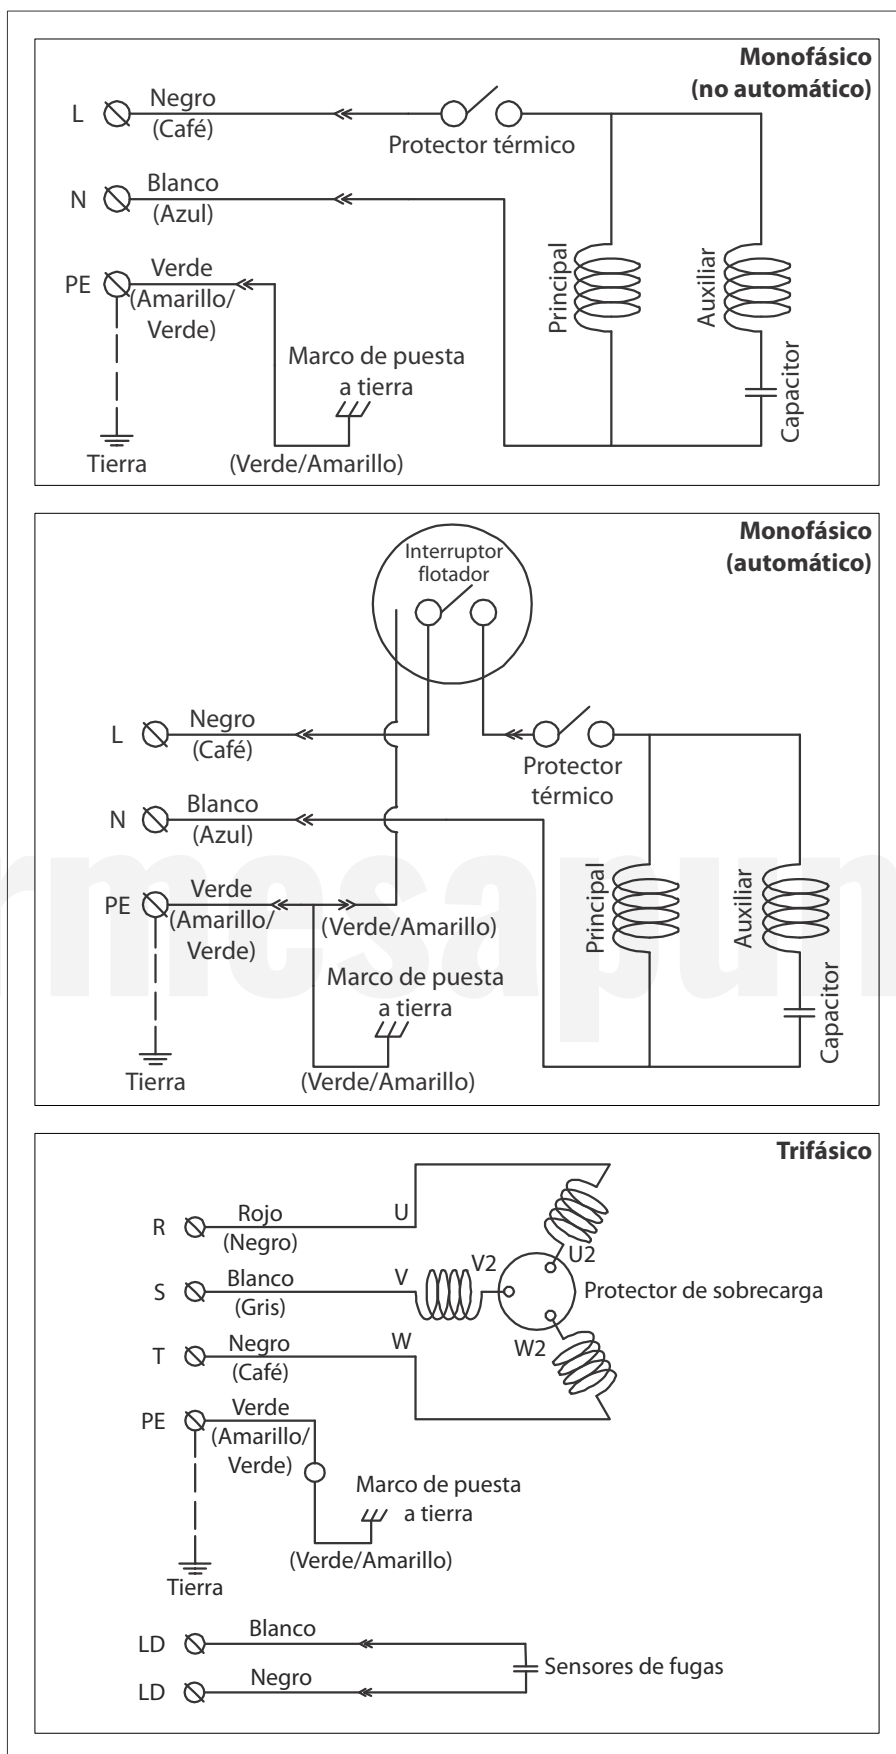

Figura 3
- a) La conexión deberá realizarse como se muestra en la figura 3.